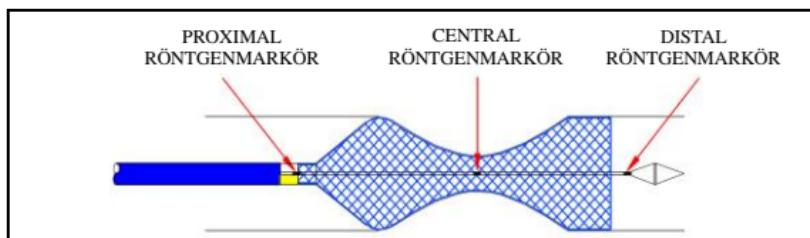

Figur 4
- När den centrala röntgenmarkören når mitten av målförträngningen fortsätter du att dra tillbaka kopplingen tills stenten är helt placerad (se figur 4, 5).
- När den centrala röntgenmarkören når mitten av målförträngningen, fortsätt framåt mot kopplingen tills stenten är helt placerad (se figur 4, 6).